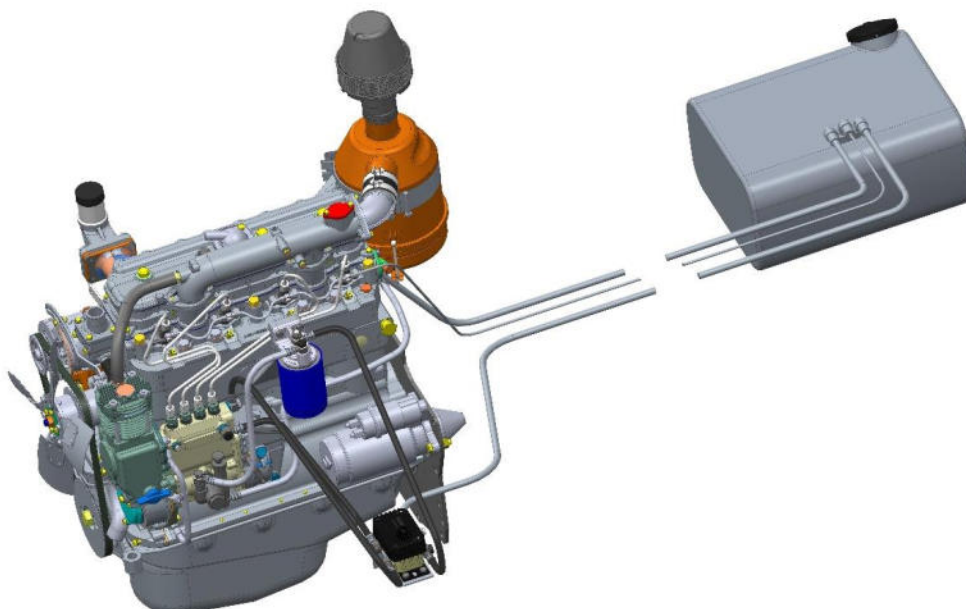
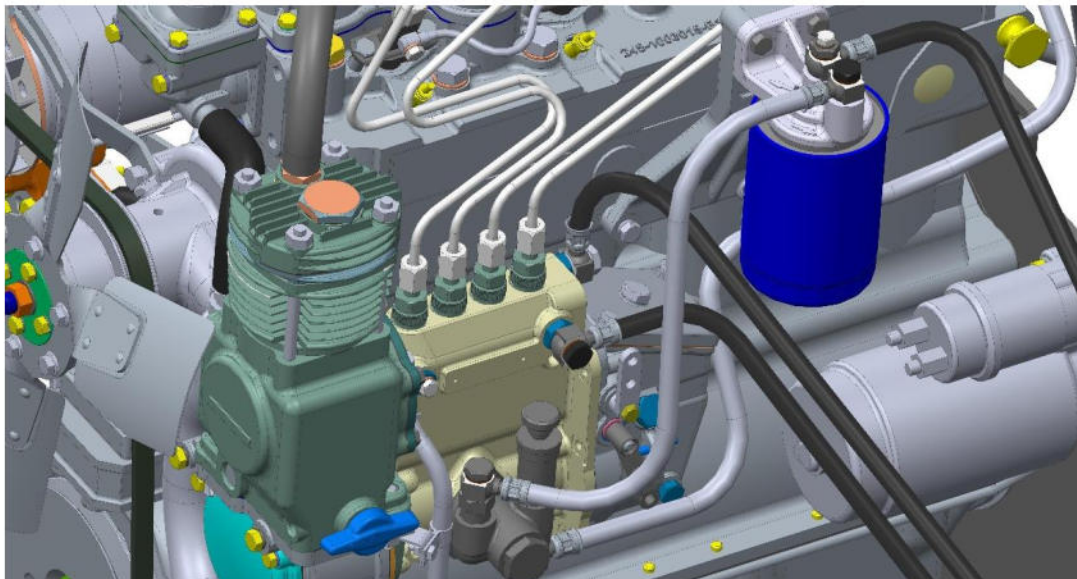
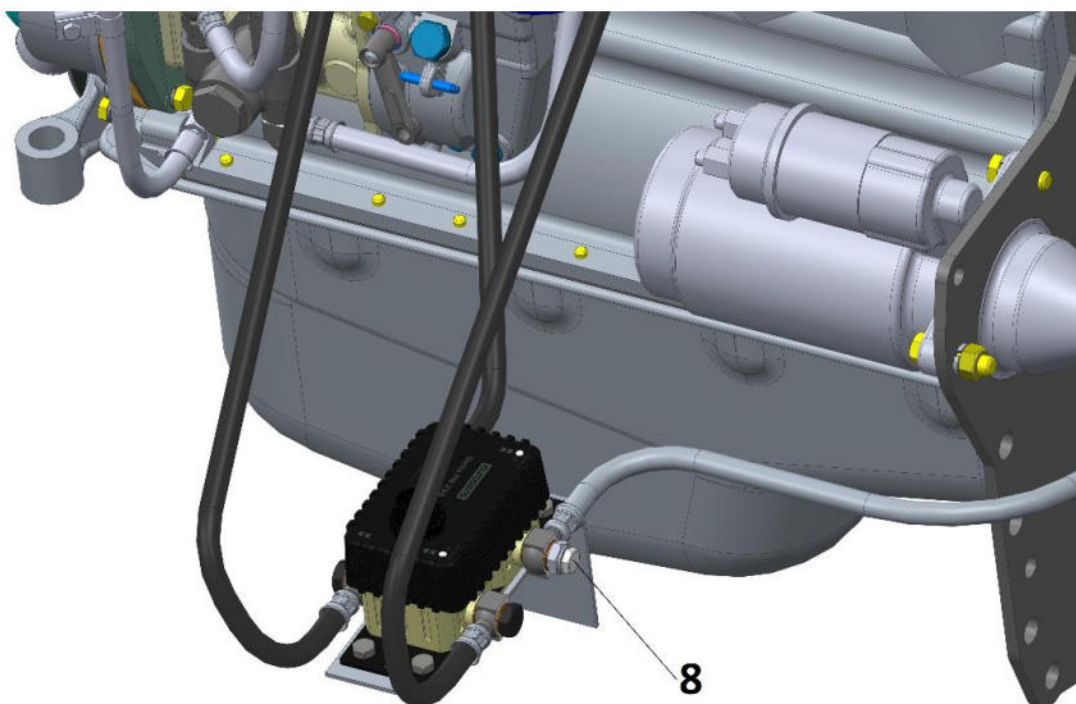

рис. 4.14. Схема двигателя с ТНВД и магистралями топливного бака
рис. 4.15. Подключение счетчика к ТНВД
рис. 4.16. Перепускной клапан установлен на выходе камеры «обратки»
- 2) Установить и подключить счетчик eurosens Delta (рис. 4.14, рис. 4.15, рис. 4.16).